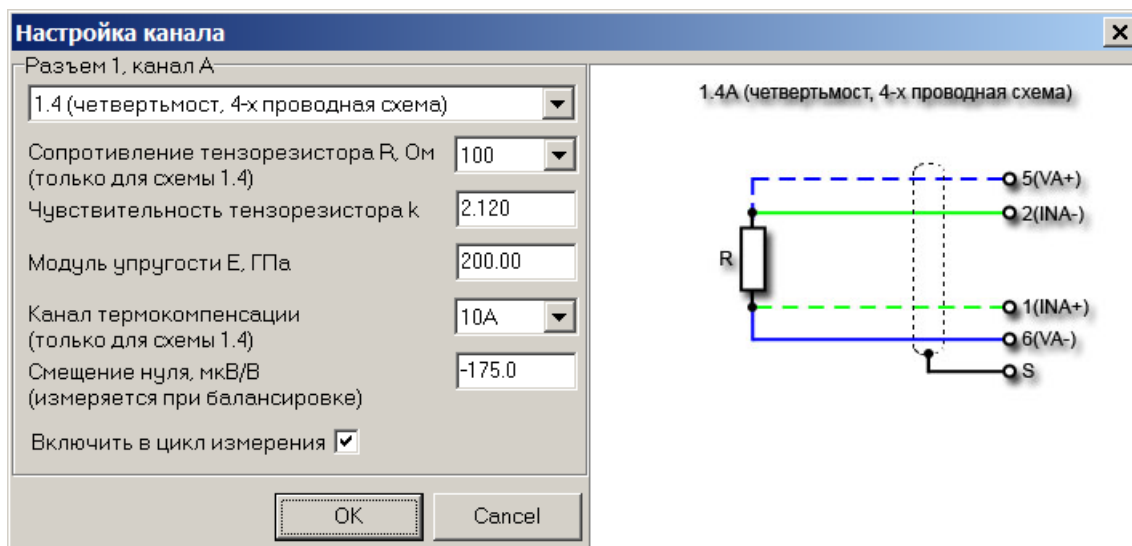

Рисунок 10 - Окно настройки канала. Схема измерений тензорезисторами
4.2.3 Для настройки любого из каналов необходимо выделить соответствующую строку таблицы и выполнить команду меню Измерение|Настройка канала... (или нажать клавишу <F5>, или выделить строку двойным щелчком мыши). При этом должно появиться окно настройки канала (рисунок 10), которое позволяет задать необходимые параметры канала. Флажок <Включить в цикл измерения> определяет следует ли опрашивать подключенный канал при измерении.
4.3.3 Для настройки любого из каналов необходимо выделить соответствующую строку таблицы и выполнить команду меню Измерение|Настройка канала... (или нажать клавишу <F5>, или выделить строку двойным щелчком мыши). При этом должно появиться окно настройки канала (рисунок 10), которое позволяет задать необходимые параметры канала измерения в соответствии с таблицей. Флажок <Включить в цикл измерения> определяет следует ли опрашивать подключенный канал при измерении.